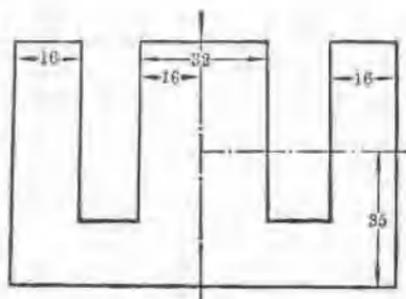
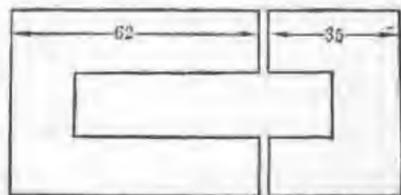

图 1
图 2
1. 低砂片 采用舌宽 32mm 如图 1 所示的 E 字形低砂片,沿虚线用剪刀裁剪成如图 2 所示的形状之后,便可相对地插入线包骨架里。